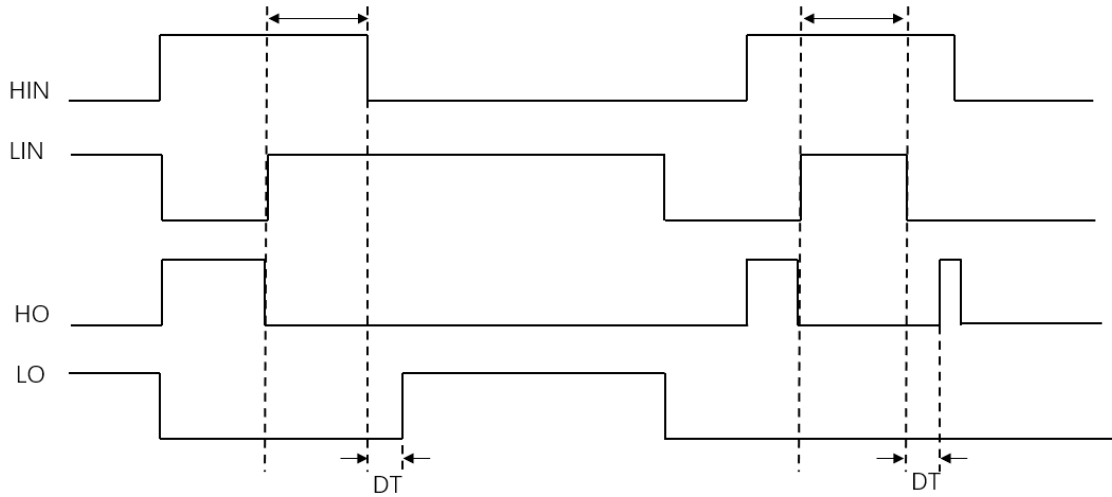

图 25-3 功率管直通保护示意图
芯片内部配备了专门用于防止功率管直通的保护电路，能有效地防止高边和低边输入信号受到共模干扰时造成的功率管损害。图 25-3 功率管直通保护示意图展示了直通保护电路如何保护功率管的过程。
功率管直通意味着同一个半桥中的高边栅极驱动器输出 HO 和低边栅极驱动器输出 LO 同时为“高”，这时会有非常大的有害电流同时流过上下边功率管，并伴有较大的功率损耗产生，严重时甚至会直接损坏功率管。如图 25-3 功率管直通保护示意图所示，当同一相的低边输入 LIN 和高边输入 HIN 同时为“高”时，内部保护电路将驱动器输出 HO 和 LO 拉至“低”，有效关断功率管。当其中一个输入信号变为“低”时，驱动器输出需要经过一个死区时间 (DT) 的延时才能输出“高”。该措施避免了有害短输入脉冲造成的功率管开关过度状态，有效地减小损耗，降低功率管损坏的风险。